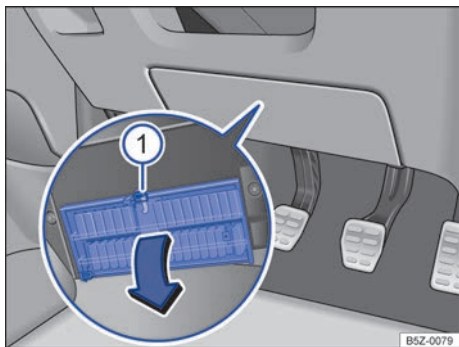

Fig. 161 No lado do condutor embaixo do painel de instrumentos: abrir a cobertura da caixa de fusíveis.
- **Abrir:** pressionar a alavanca de travamento → Fig. 161  até que a cobertura se abra.